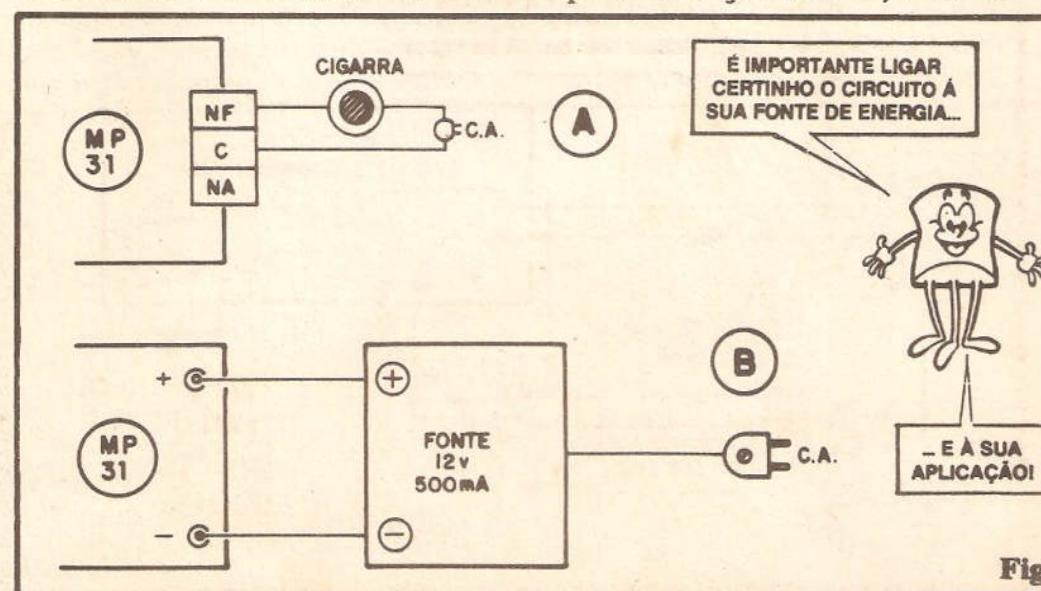

Fig. 8
- FIG. 8 - EXEMPLOS DE UTILIZAÇÃO DAS SAÍDAS DA MP-31 - Os contatos de Potência, para utilização do relé, estão to-
dos (os 3) disponíveis através dos conetores NA-C-NF (quem acompanhou com atenção a já distante “Aula” sobre os relês - em ABC nº 4 - sabe o que esses códigos querem dizer... Vão “lá”, se já tiverem esquecido...). É importante considerar que em situação normal (barreira íntegra), o relê da MP-31 fica energizado, portanto o terminal NA estará, nessa condição, ligado ao terminal C, e o NF estará desligado do terminal C... Assim, para que - por exemplo - uma campainha (cigarra de CA) soe quando a barreira for rompida, devemos utilizar as Saídas NF e C como se fossem os terminais de um interruptor momentâneo para a tal campainha (fig. 8-A). Para funcionamento ininterrupto, convém que o circuito seja energizado por uma fonte ligada à C.A., capaz de fornecer os necessários 12V sob 500mA. A ligação dessa fonte deve ser feita conforme diagrama 8-B... Em aplicações automotivas (já fa-